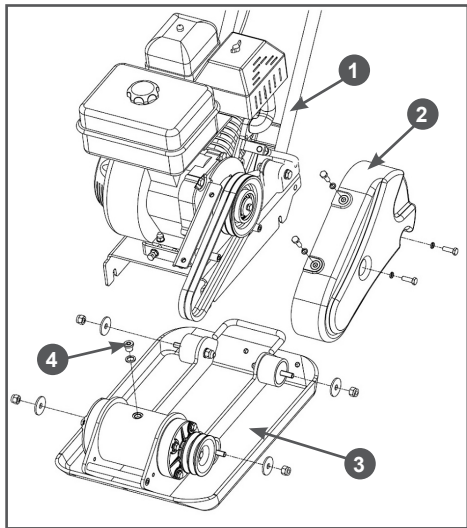

Рис. 33 Снятие рамы с двигателем
1. Открутите болты крепления и снимите кожух 2 защитный ремней (Рис. 33).
- Ослабьте гайки резиновых амортизаторов, которые соединяют раму 1 с двигателем и рабочей плитой 3 (Рис. 33).
- Снимите ремни и отделите раму 1 с двигателем от рабочей плиты 3 (Рис. 33).
- Очистите зону вокруг пробки отверстия для слива масла и открутите пробку 4 отверстия для слива/заправки масла (Рис. 33).